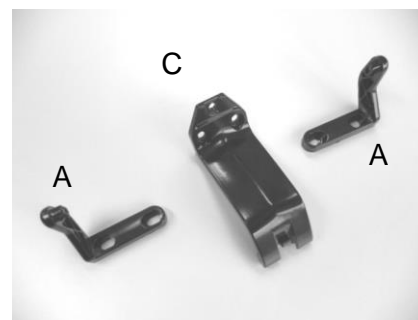

Рисунок 8
- Q. Используйте кронштейны "А" (из комплекта) петлю "С". 05900 (приобретается отдельно) (Рис.8).